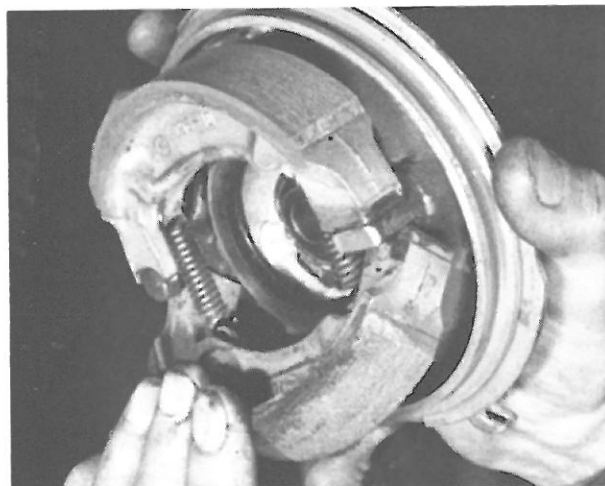

Bild 212
- Bremsbetätigungshebel an der Ankerplatte so verdrehen, dass die Backen voll ausgehoben sind, dann entgegen der Federspannung vom Bremsnocken und vom Lagerbolzen abheben und die Backen in <V>-Form von der Ankerplatte abnehmen, zusammen mit ihren Rückholfedern. Diese lassen sich nach dem Abheben der Backen leicht aushängen (Bild 212).